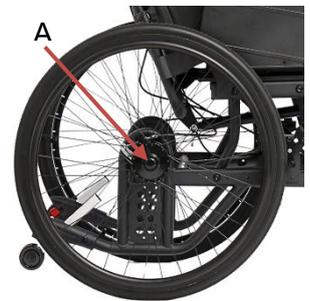

Рис. 6
2. Тримавши однією рукою виріб, іншою візьміть колесо, паралельно натиснувши на центральну кнопку фіксації (рис. 6, А), і від'єднайте колесо від крісла.